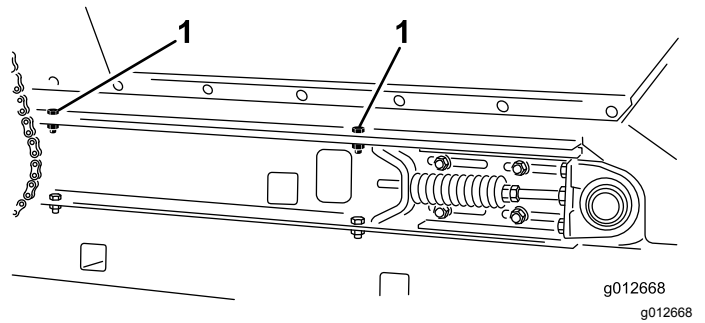

Figura 32
4. A cada lado de la máquina, fije la tolva a los travesaños del bastidor deslizante (Figura 32) con los 2 tornillos, 2 arandelas y 2 contratueras que retiró en Desmontaje de la plataforma deslizante (página 24).